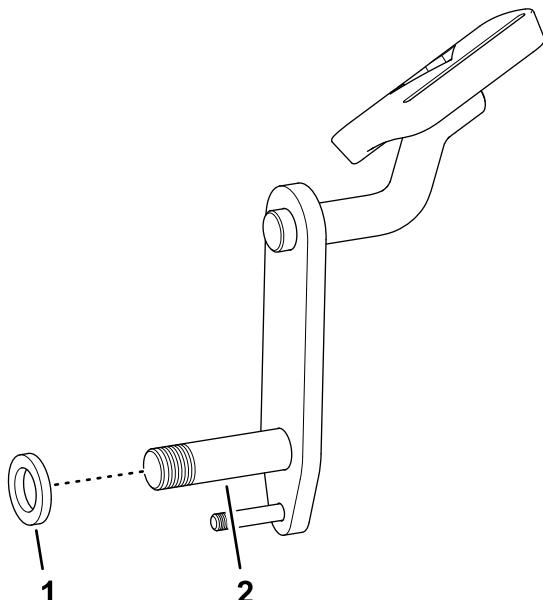

图 10
7. 将隔片 $\frac{5}{8} \times 1\text{-}1/16$ 英寸组装到锁定踏板的枢轴上方图 10。